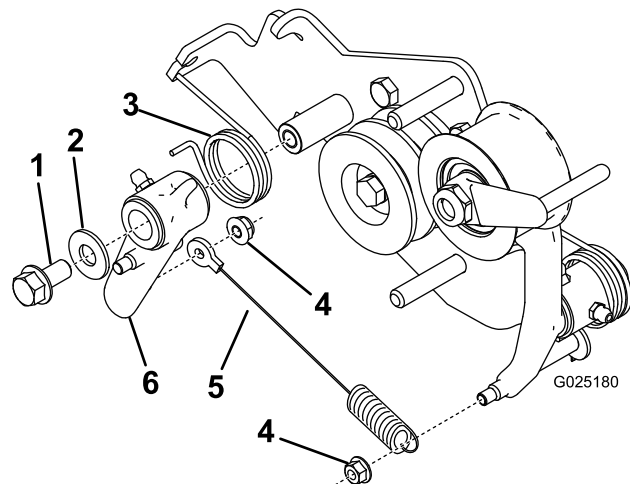

図 3
7. 既存のクラッチブラケットから走行レバー・アセンブリおよび必要パーツを取り外し、新しいクラッチブラケットに取り付ける図 3